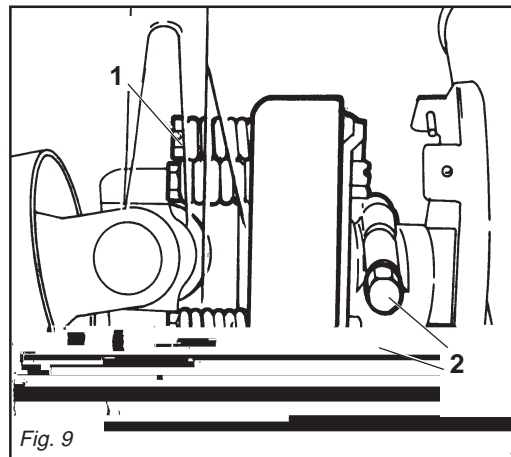

Fig. 9
La frizione è già pre-regolata per uno sforzo medio. Se slitta troppo facilmente (surriscaldandosi) è necessario avvitare uniformemente tutti i dadi (1 Fig. 9) che stringono le molle. Qualora l'albero cardanico abbia il mozzo con bloccaggio a bulloni (2 Fig. 9), assicurarsi che questi siano serrati con forza.
Se la frizione non slitta, svitare uniformemente tutti i dadi (1 Fig. 9) che fissano le molle. Svitare un giro alla volta e verificare la frizione dopo circa 300 metri di lavoro. Se necessario ripetere l'operazione, sempre svitando un giro alla volta. Se la frizione mantiene durante il lavoro una temperatura di circa 40-50 gradi circa significa che è regolata in modo corretto. **Non serrare mai a fondo i dadi, poiché in tal modo si elimina la funzione delle molle e dunque della frizione a danno degli organi di trasmissione.**
The clutch is already pre-adjusted for average stress. If it slips too easily (and overheats), it will be necessary to evenly tighten all the nuts (1 Fig. 9) that retain the springs. If the supplied cardan shaft has a bolt-locked hub (2 Fig. 9), check that these bolts are fully tightened.
If the clutch does not slip, evenly unscrew all the spring fixing nuts (1 Fig. 9). Unscrew one turn at a time and check the clutch after having worked about 300 meters. Repeat the operation if necessary, remembering to unscrew one turn at a time.
Die Kupplung ist auf eine mittlere Beanspruchung voreingestellt. Wenn die Kupplung zu schnell schlupft (Überhitzung), muß man alle Muttern (1 Abb. 9), die die Federn spannen, noch weiter anziehen. Sollte die mit dem Gerät gelieferte Gelenkwelle eine mit Schraubbolzen blockierte Nabe (2 Abb. 9) haben, sicherstellen, daß diese angezogen sind.
Wenn die Kupplung nicht schlupft, alle Muttern (1 Abb. 9), die die Federn spannen, gleichmäßig lockern. Alle Muttern um eine Umdrehung losschrauben und die Kupplung nach 300 Metern Fahrstrecke prüfen. Den Vorgang falls erforderlich wiederholen, jeweils eine Umdrehung pro Versuch. Wenn die Kupplung während der Arbeit eine Temperatur von circa 40-50°C beibehält, ist sie richtig eingestellt. **Die Muttern nie ganz festziehen, weil dabei die Wirkung die Federn und damit der Kupplung aufgehoben würde, was sich schädlich auf die Getriebeteile auswirken würde.**
L'embrayage est déjà réglé pour un effort moyen. Lorsqu'il patine facilement (en se surchauffant) il faut visser de manière uniforme tous les écrous (1 Fig. 9) de serrage des ressorts. Si le moyeu de l'arbre à cardans dispose d'un blocage par boulons (2 Fig. 9), assurez-vous que ces derniers sont bien serrés.
*Si l'embrayage ne patine pas, dévissez de manière uniforme tous les écrous (1 Fig. 9) de fixation des ressorts. Dévissez d'un tour à la fois et vérifiez l'embrayage après environ 300 mètres de travail. Si nécessaire, répétez l'opération en dévissant toujours d'un tour à la fois. Quand l'embrayage maintient une température d'environ 40-50 degrés pendant le travail, cela signifie qu'il est réglé correctement. **Ne serrez jamais à fond les écrous car cela annule la fonction des ressorts et donc de l'embrayage au détriment des organes de transmission.***
El embrague está ya pre-regulado para un esfuerzo medio. Si patina muy fácilmente (recalentándose) es necesario ajustar uniformemente todas las tuercas (1 Fig. 9) que apretan el el resorte. Si el árbol cardánico tiene el cubo con bloqueo de bulones (2 Fig. 9), controlar que estos últimos estén bien ajustados.
Si el embrague no patina, aflojar uniformemente todas las tuercas (1 Fig. 9) que fijan el resorte. Aflojar una vuelta a la vez y controlar el embrague luego de 300 metros de trabajo. Si es necesario repetir la operación siempre aflojando un giro a la vez. Si el embrague mantiene durante el trabajo una temperatura de 40-50 grados significa que está regulado en modo correcto.